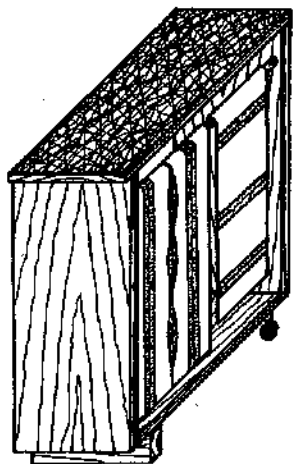

Рис. 210, Передвижной шкафчик-вставка
**Передвижной шкафчик-вставка.** При размещении основного кухонного оборудования вдоль одной стены (см. рис. 178) между холодильником и электрической или газовой плитой оставляем зазор шириной 200 — 300 мм для предохранения холодильника от теплового воздействия плиты. Для рационального и удобного использования этого пространства можно изготовить шкафчик-вставку (рис. 210) для полотенец или посуды (кастрюль, Сковород и т. п.). Особенностью рассмотренной конструкции является то, что задние опоры-шарниры позволяют без особого труда, лишь